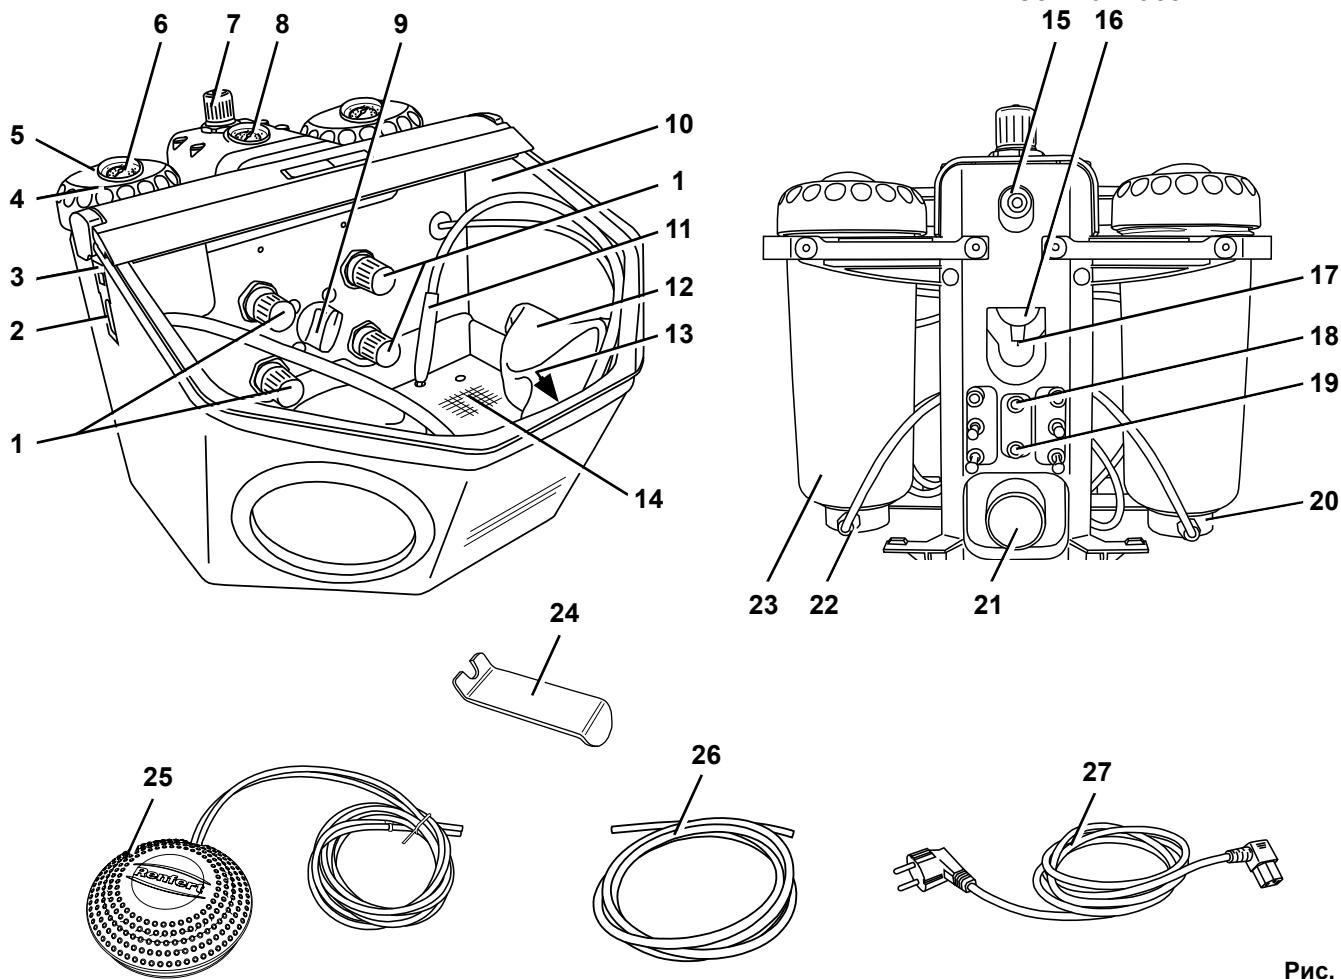

Рис. 1
- Шланг для сжатого воздуха (26) вставить до упора в гнездо (15). При этом будет ощущаться легкое сопротивление.
- Проверить, находится ли давление подключения в необходимых пределах (см. технические данные). Индикация производится на манометре (8, Рис. 1).
**Никогда не приводите в действие регулятор давления (7) пневмоблока. Он имеет фабричную установку давления в 6 бар для оптимальной работы перекидных клапанов.**